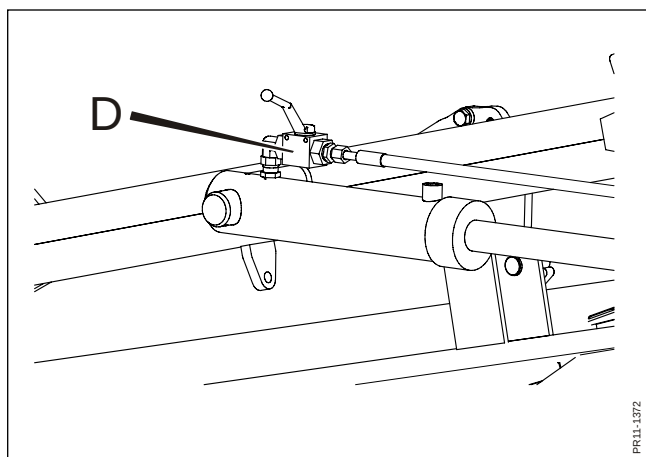

Fig. 3-7
- Fig. 3-7**
- Fig. 3-7** Hæv maskinen.